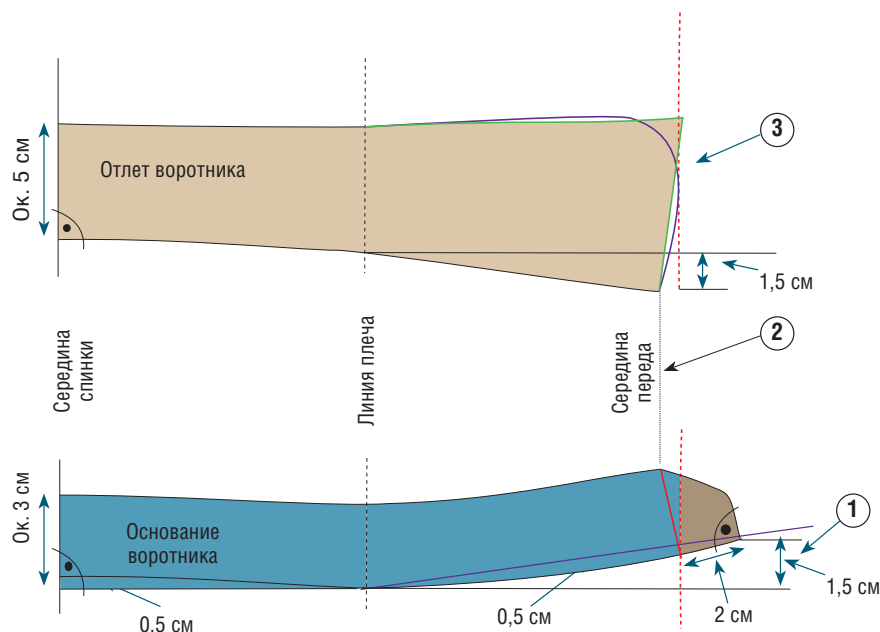

Рис. 8
- ② От точки пересечения середины переда с низом основания воротника вновь проведите линию середины переда по всей высоте основания воротника: она должна быть параллельна полузаносу (застежке) и, следовательно, перпендикулярна к низу основания воротника (на рис. 8 отмечена красной непрерывной линией). На вертикали сделайте отметку, чтобы обозначить исходную точку отлета воротника. Продлите вертикаль еще на 1,5 см и проведите горизонтальную линию. От исходной точки отлета проведите прямую, соединив точку пересечения горизонтали и линии плеча.
- ③ На линии середины спинки определите ширину отлета воротника: она должна превышать ширину основания воротника не больше чем на 1–2 см. Форма острого конца отлета воротника варьируется в зависимости от модели и личных пристрастий, главное – следить за тем, чтобы эта часть воротника не слишком заходила за середину переда, иначе на застегнутой рубашке концы будут накрывать друг друга.